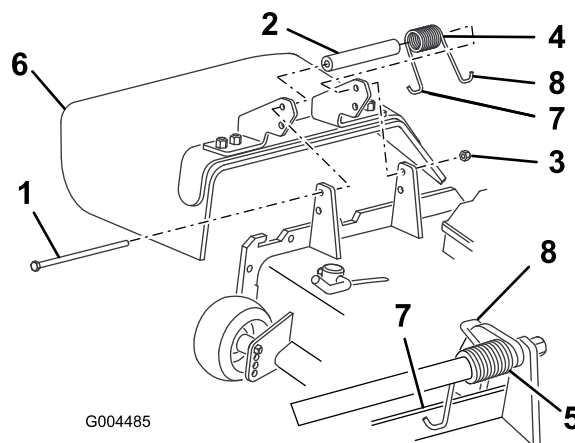

Figura 21
1. Inserite un distanziale e la molla tra le staffe del deflettore di sfalcio (Figura 21). Collocate l'estremità sinistra a J della molla dietro il bordo del piatto di taglio.
Nota: Prima di montare il bullone, come riportato nella Figura 21, verificate che l'estremità sinistra a J della molla sia inserita dietro il bordo del piatto di taglio.
2. Montate il bullone e il dado. Infilate l'estremità a gancio della molla attorno al deflettore di sfalcio (Figura 21).